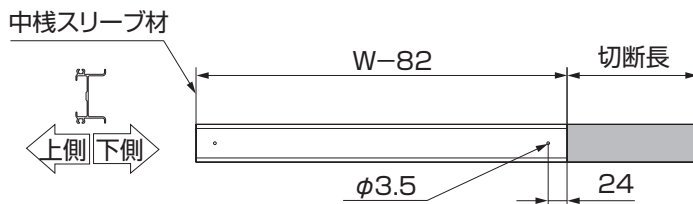

図 15-8
- ⑤ 中棧スリーブ材を切断した側から24mmのところからφ3.5の下孔をあけてください。(図15-8参照)
- ⑥ 加工後、再度組立ててください。
- ① 下棧を切詰める側の下棧受け金具をはずしてください。
- ② 下棧スリーブ材を取り出してください。
- ③ 下棧を「W-70mm」、下棧スリーブ材を「W-68mm」で切断してください。